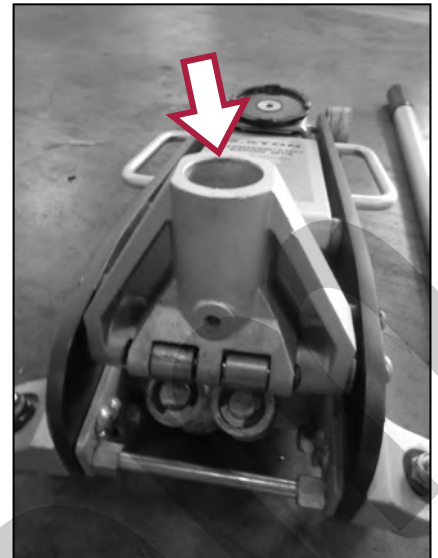

Figura 7 – Inserimento leva.
1. Prima di usare il Cric a carrello per sollevare un carico, togliere la vite di fissaggio: Inserire la leva di sollevamento nell'innesto e posizionarla correttamente (vedere la Figura 7).